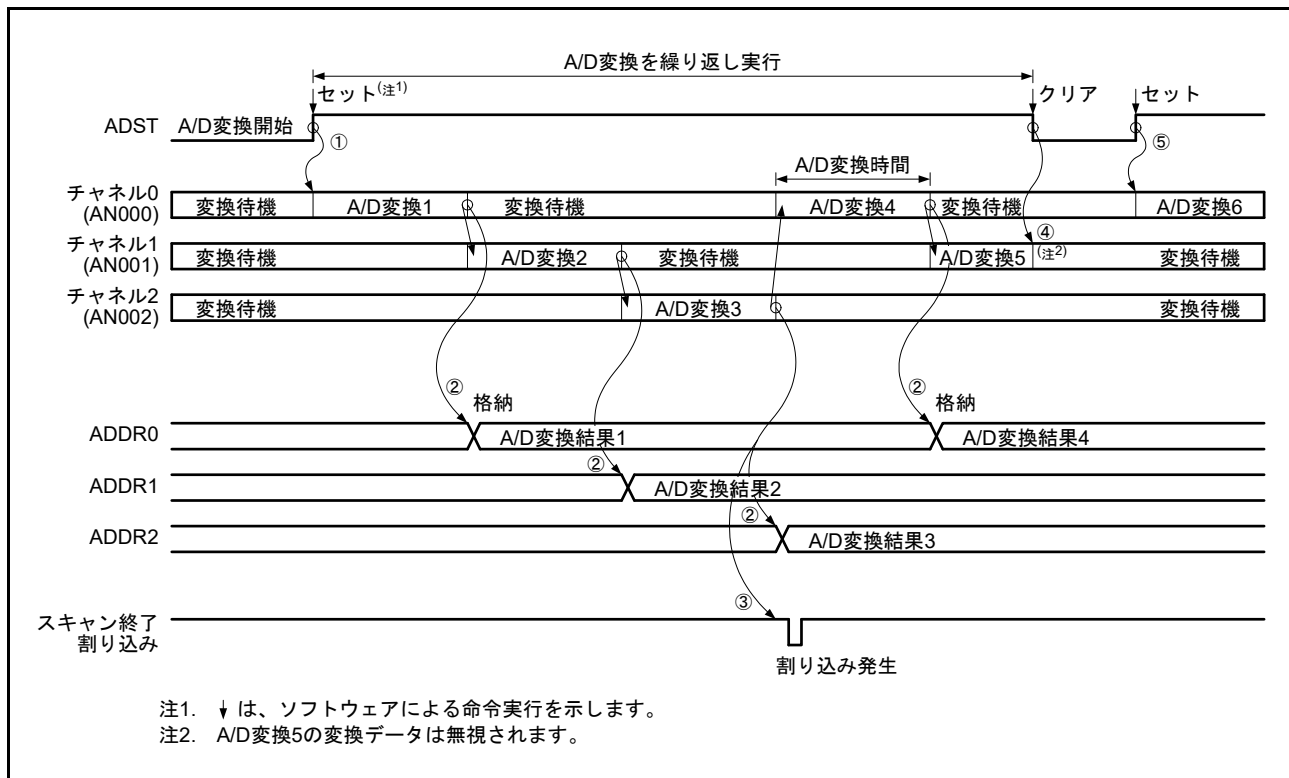

図 42.18 連続スキャンモードの動作例 (基本動作 : AN000、AN001、AN002 選択)
- (1) ソフトウェア、同期トリガまたは非同期トリガ入力によって ADCSR.ADST ビットが“1” (A/D 変換開始) になると、ADANSA0、ADANSA1 レジスタで選択したアナログチャンネルを ADSCSn レジスタで設定した変換順序に沿って A/D 変換を開始します (図 42.18 の変換順序設定 : AN000 → AN001 → AN002)。
- (2) 1 チャンネルの A/D 変換が終了すると、A/D 変換結果は対応する A/D データレジスタ (ADDRy) に格納されます。
- (3) 選択されたすべてのチャンネルの A/D 変換終了後、ADCSR.ADIE ビットが“1” (スキャン終了割り込みを許可) に設定されていると、スキャン終了割り込み要求が発生します。